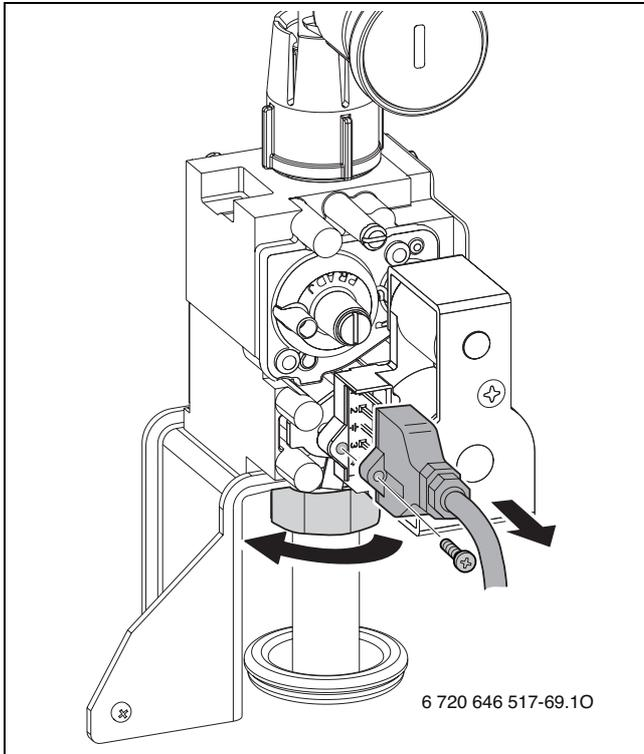

Fig. 111
- ▶ Rimuovere la vite (→fig. 111).
- ▶ Smontare la valvola del gas (→fig. 111, pag. 94).